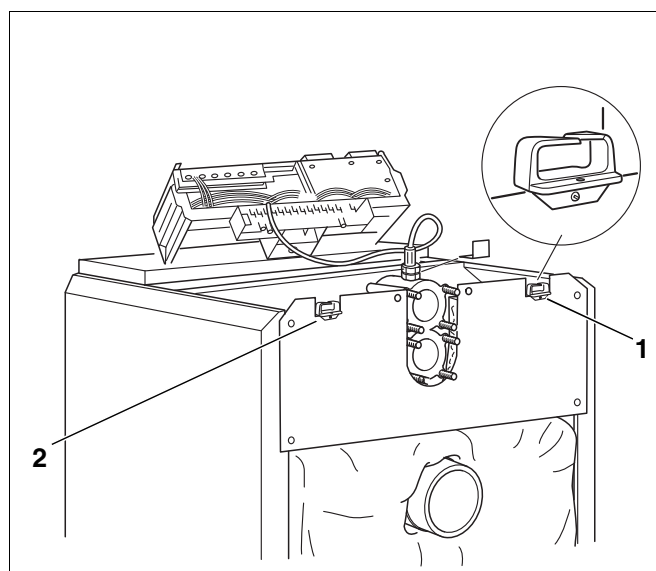

Рис. 46 Электрическое подключение
- Закрепить винтами держатель кабеля (рис. 46, **поз. 1 и 2**) слева или справа на задней стенке котла.